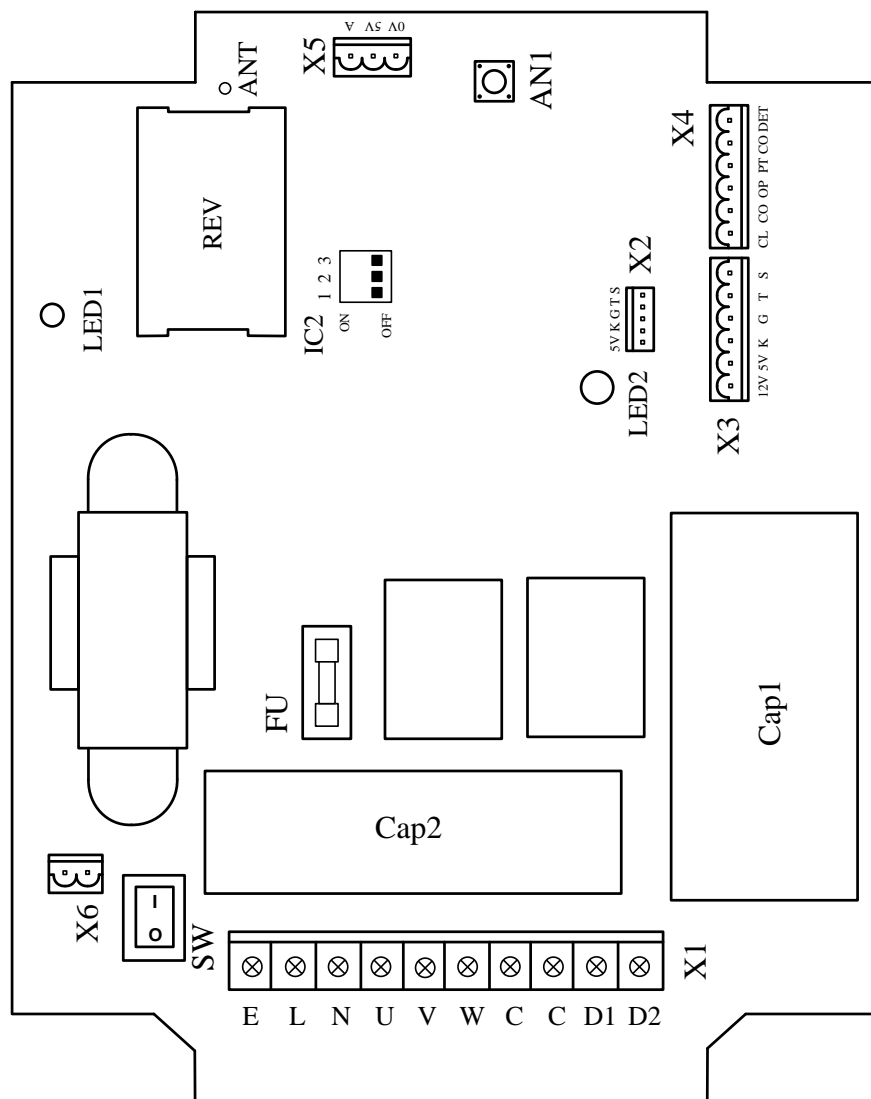
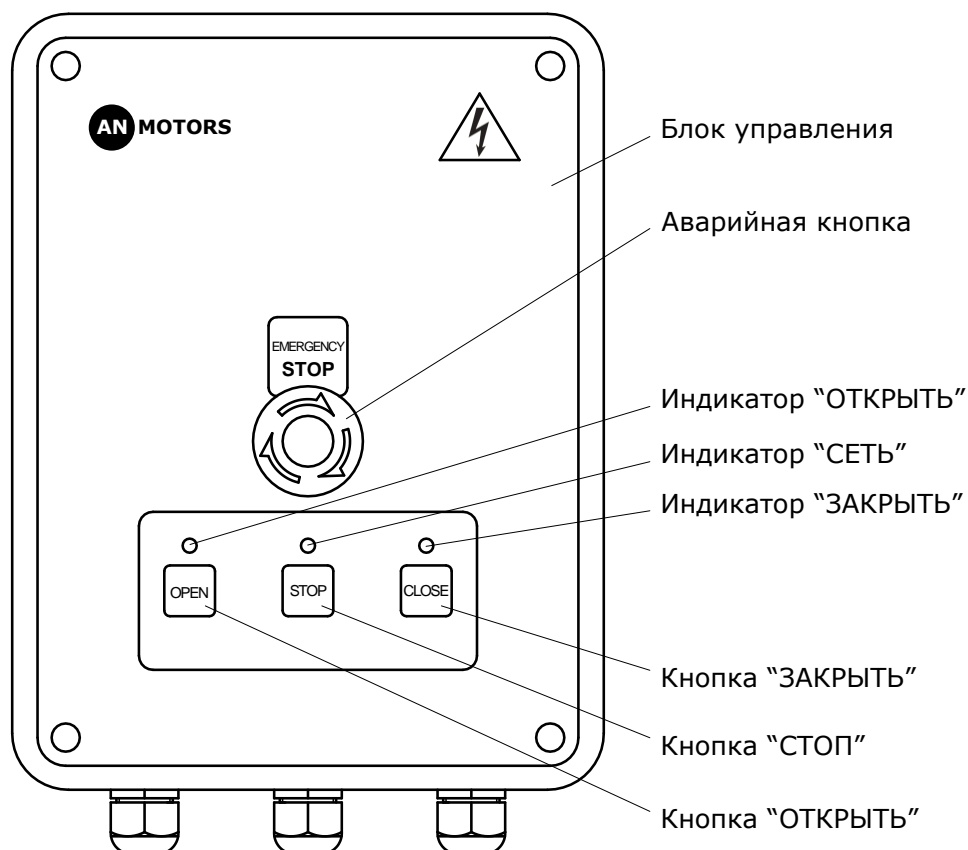

Рис. 5. Электронный модуль блока управления
Рис. 8. Панель блока управления
Электронный блок управления XF41-1 (рис. 5) осуществляет управление работой всех подключенных к нему электрических компонентов приводной системы.
- Переверните сетевой тумблер SW (рис. 5) во включенное положение. Аварийная кнопка (рис. 8) в выключенном положении (отключение поворотом по направлению стрелок на кнопке).
- Сразу при подаче напряжения питания на панели блока управления загорится индикатор «СЕТЬ» (рис. 8). Если индикации нет или присутствует дополнительная индикация, отключите привод и внимательно проверьте все подключения (сверьтесь с разделом «Неисправности и рекомендации по их устранению»).
- Если к приводу подключены фотоэлементы, необходимо проверить приемник (RX). Если индикатор приемника не светится или моргает, это означает, что сигнала нет или сигнал прерывается из-за неточной регулировки фотоэлементов.
Посредством панели блока управления (рис. 8) осуществляется управление приводом и обеспечивается индикация состояния привода.
С помощью DIP-переключателя IC2 (рис. 5) блок управления позволяет настраивать параметры работы привода (табл. 8).
Для записи пульта (кодов кнопок "ОТКРЫТЬ", "СТОП", "ЗАКРЫТЬ") нажмите кнопку AN1 (рис. 5) блока управления, индикатор LED2 блока управления кратковременно загорится и погаснет. Затем нажмите любую кнопку пульта, индикатор LED2 кратковременно загорится и погаснет. Снова нажмите кнопку пульта, индикатор LED2 будет моргать на протяжении 4сек и погаснет, что означает запись кодов пульта в память радиоприемника блока управления.